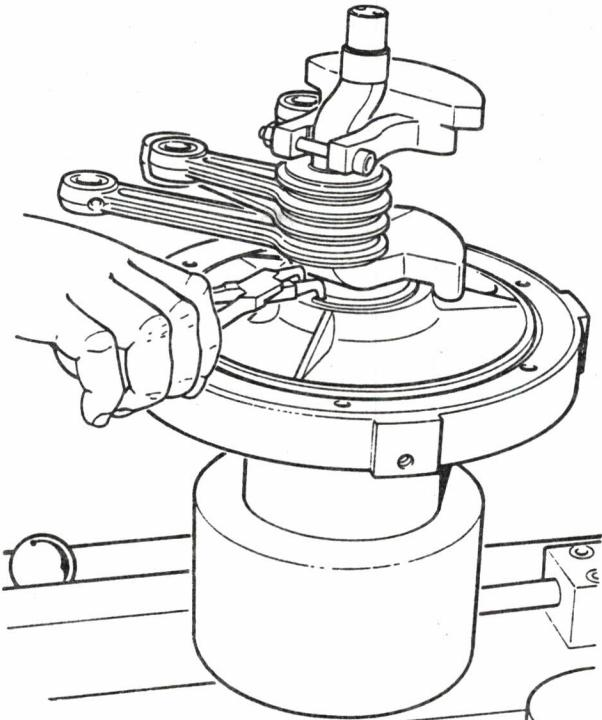

Bild 23 Sicherungsring entfernen
- Sicherungsring des Kurbelwellen-Kugellagers aus dem Lagerdeckel entfernen (Bild 23).